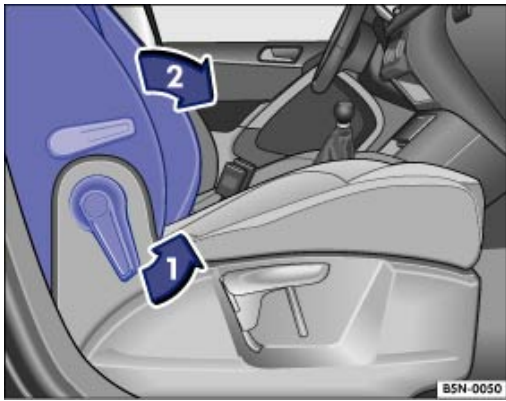

Fig. 70 Siège du passager avant : basculement du dossier vers l'avant .
- Déverrouillez le dossier de siège du passager avant dans le sens de la flèche ⇒ *Fig. 70 ①* .
- Basculez vers l'avant le dossier de siège du passager avant dans le sens de la flèche ⇒ *Fig. 70 ②* en position horizontale.
- Pour relever le dossier du siège du passager avant, déverrouillez-le de nouveau ⇒ *Fig. 70 ①* .